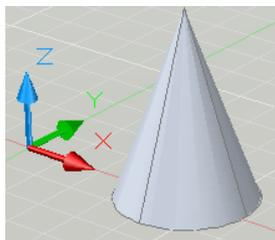

Рис. 11.12 Конус
**4 Команда Конус**  дозволяє створювати конус (рис.11.12). При його будівлі спочатку вказується центр конуса (основания) або можна використати команди Центр основания или [3Г/2Г/ККР/Эллиптический], які дозволяють його встановити. Потім задається його висота.